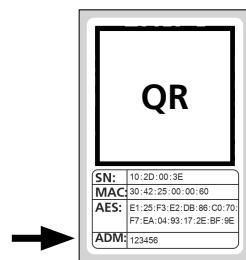

Fig. 3
③ Verrà chiesto di scansionare il codice QR del cilindro fornito con la fotocamera dello smartphone. Il codice QR si trova sull'adesivo fornito con la confezione (Fig. 3).
! **Attenzione:** il set include due adesivi con codici QR, uno per il cilindro e uno per il tastierino. Il codice QR qui richiesto per il cilindro è riconoscibile dal codice amministratore in basso sull'adesivo, contrassegnato con la denominazione "ADM" (Fig. 3).